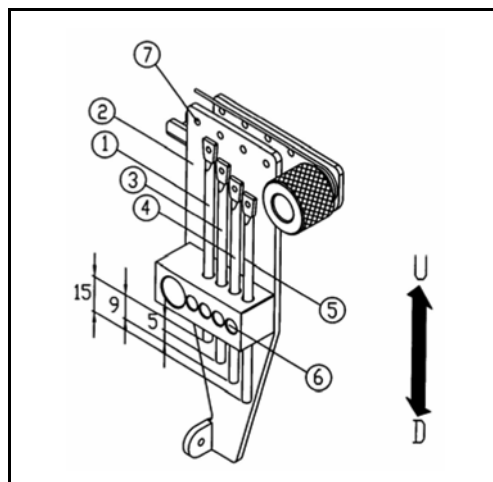

Рис. 25
- (1) Настройте высоту подъема глазков правого нитепротягивателя игольной нити ①, чтобы совместить их с глазками ⑦ держателя нитепротягивателя игольной нити ②. (Рис. 25)
- (2) Установите глазок ③ на 5 мм ниже глазка ①.
- (3) Установите глазок ④ на 9 мм ниже глазка ①.
- (4) Установите глазок ⑤ на 15 мм ниже глазка ①.